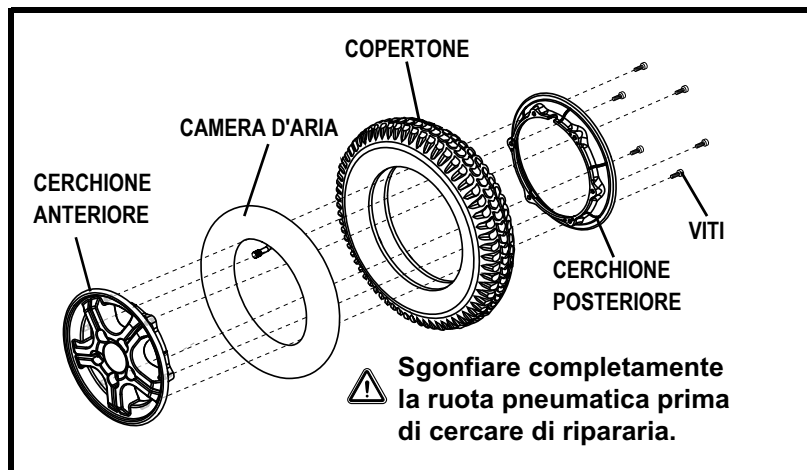

Figura 25. Ruota Motrice smontata della R44
6. Rimuovere le viti che fissano le due metà del bordo insieme. **Vedere figura 25.**